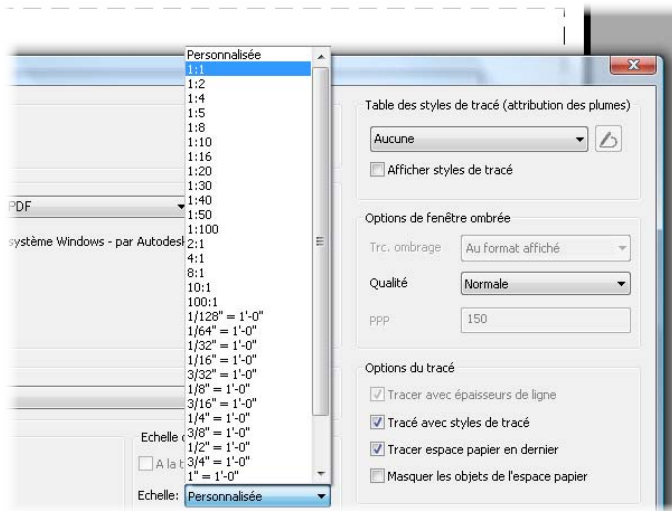

Figure 6.8
8. Dans le menu déroulant Échelle, choisissez la valeur 1/1 (voir Figure 6.8).